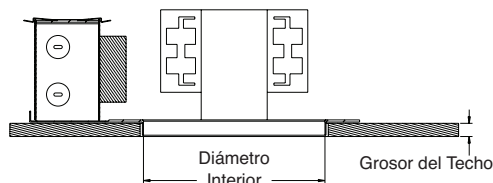

Figura 2
La compatibilidad de la sección de empalme empotrado se puede determinar midiendo la sección de empalme empotrado como se muestra en la Figura 2.
Paso 1. Determine cuál clip de fricción se debe utilizar. Se han proporcionado dos tipos de clips de montaje de fricción ("A" y "B"), 3 de cada uno) para los diferentes rangos de apertura de retroadaptación. Esto es para asegurar la mejor retención del accesorio al instalar el ensamblaje del borde del reflector. Al usar los clips de montaje de fricción, por favor vea la Figura 5 para el rango del diámetro interior de la apertura del clip de fricción correcto. El diámetro interior de la apertura se puede determinar midiendo la sección del empalme empotrado como se muestra en la Figura 2 en la página anterior.